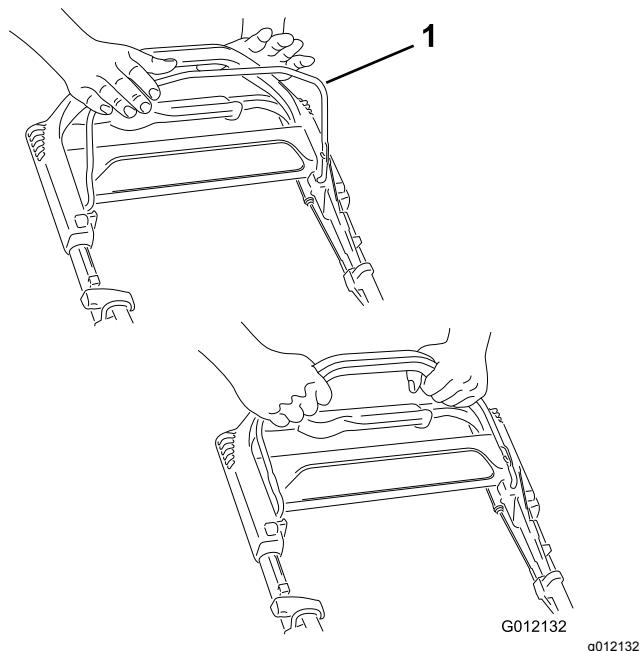

Рисунок 15
- Потяните штангу управления ножом в направлении рукоятки и удерживайте ее (Рисунок 15).